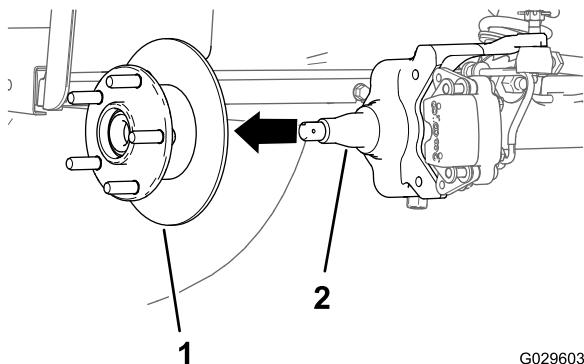

図 30
- スピンドルからスピンドルナットを外し、スピンドルからハブローラアセンブリを取り出す図 29 と 図 30。